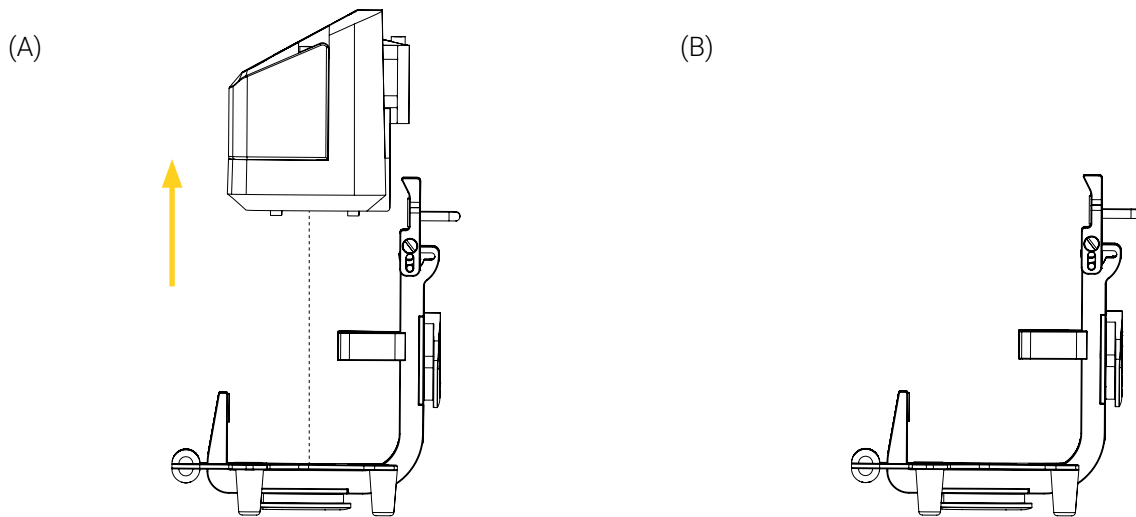

Figure 9: Retrait de l'appareil médical du support de fixation
2. Soulever et retirer l'appareil médical du support de fixation verticalement (Figure 9), en portant une attention particulière à ne pas coincer les tubulures de l'appareil médical, puis le mettre de côté sur une surface plate et propre, ou le ranger en suivant vos protocoles internes établis.